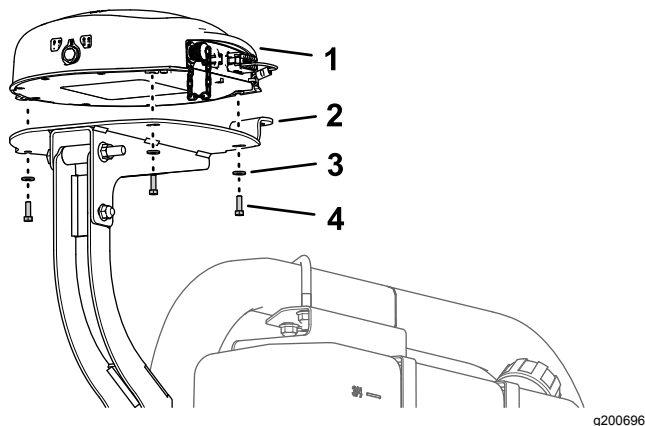

Figure 158
1. Alignez les 3 boulons vissés dans la base du récepteur de navigation et les 3 trous dans le support du récepteur (Figure 158).
2. Fixez le récepteur sur le support (Figure 158) à l'aide des 3 boulons à tête hexagonale (5 x 16 mm) et des 3 rondelles (5 mm).